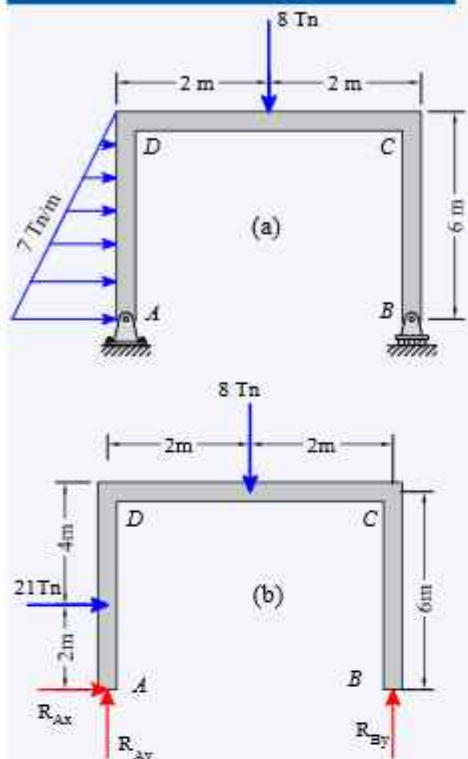

Figura 2.80
Paso ①: Diagrama de cuerpo libre (D.C.L.), del cuerpo rígido como se muestra en la figura 2.80 (b).